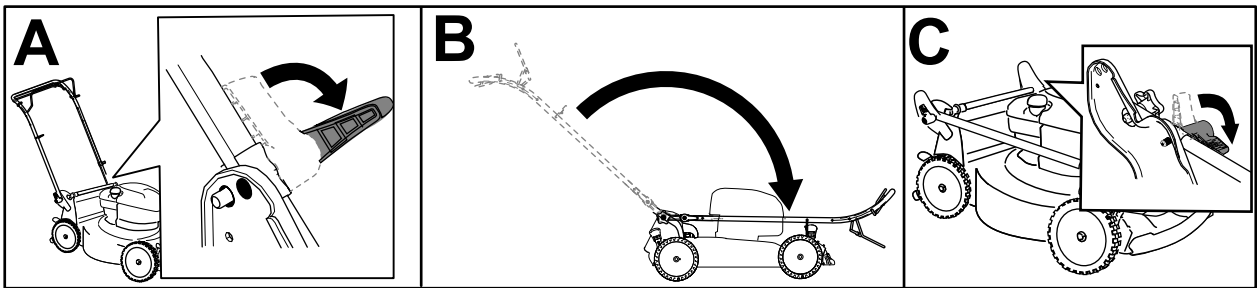

Figura 16
2. Disinserite i fermi della stegola finché non riuscite a muovere liberamente la stegola superiore (A della Figura 16).
3. Piegare la stegola in avanti e inserite i fermi della stegola (B e C di Figura 16).